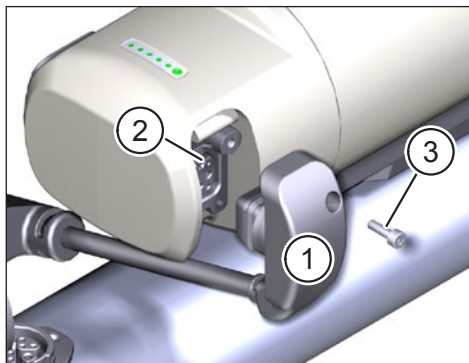

Abb. 7: Befestigen Sie das Verbindungskabel am Range Extender
- Schließen Sie den Stecker (Pos. 1 in Abb. 7) des Anschlusskabels an der Buchse (Pos. 2 in Abb. 7) des Range Extender an.
- Befestigen Sie den Stecker mit der im Lieferumfang des Kabels enthaltenen M3 × 8 Zylinderschraube (Pos. 3 in Abb. 7) mit einem Drehmoment von 1 Nm am Range Extender.